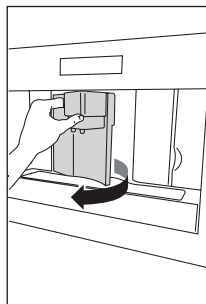
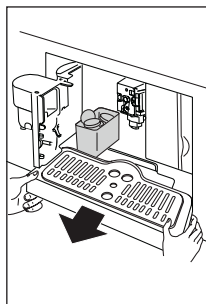

Fig. 23
Fig. 24
- ▶ Deschideți ușița de serviciu din partea frontală a aparatului (Fig. 23), scoateți tăvița de scurgere (Fig. 24) și curățați-o.